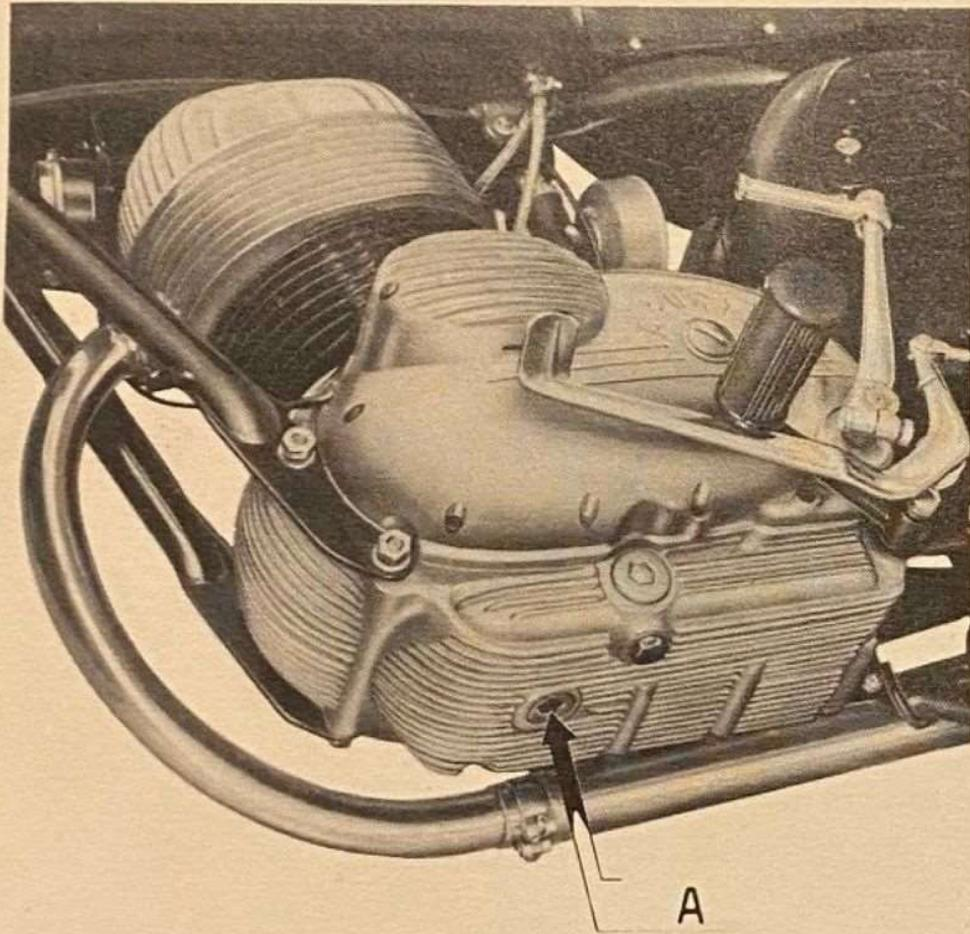

FIG. 3
- Togliere il tappo « A » situato sulla parte anteriore del carter (fig. 3).